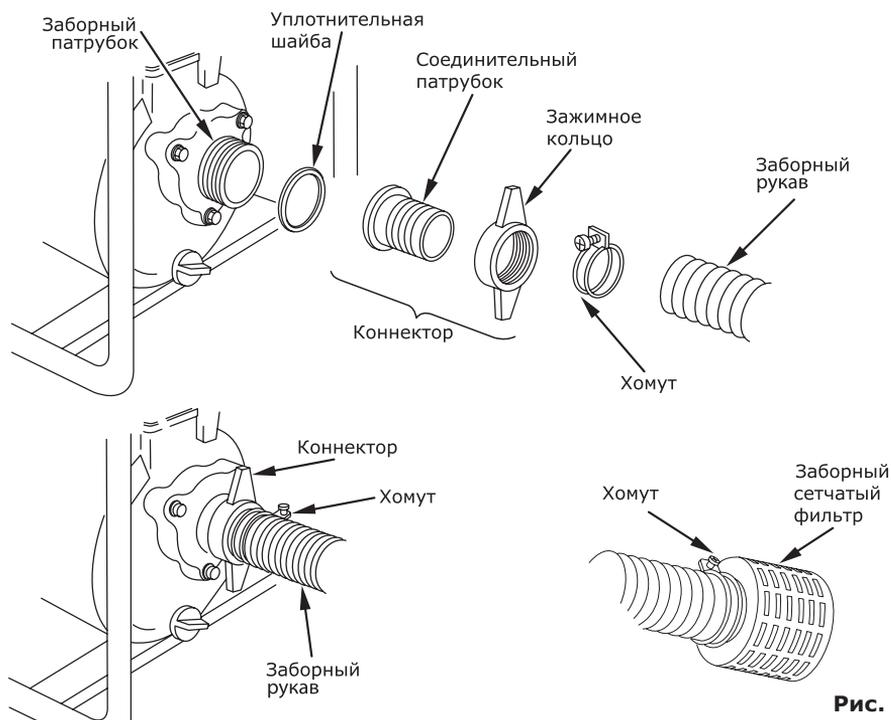

Рис. 8
- подсоедините заборный сетчатый фильтр к заборному шлангу при помощи хомута (рис. 8).